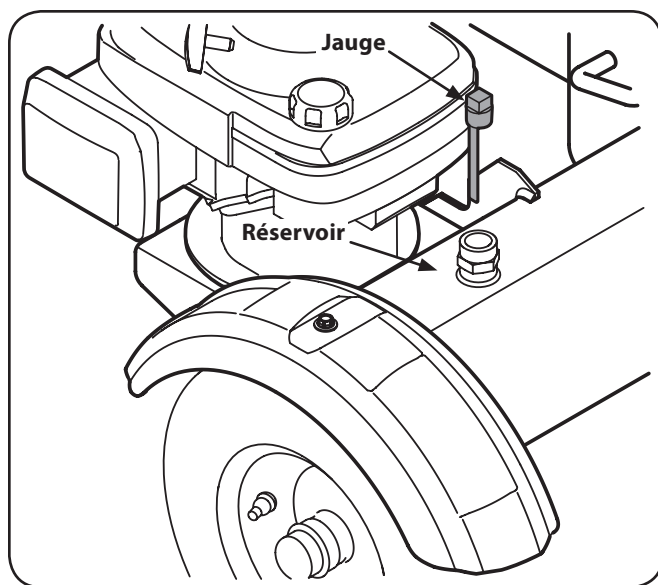

Figure 3-9
2. Retirez la jauge d'huile à évent placée sur le réservoir, devant le moteur. Voir Figure 3-9.
3. Utilisez la jauge pour vérifier le niveau du fluide. Voir Figure 3-9. Ne faites pas déborder le réservoir.